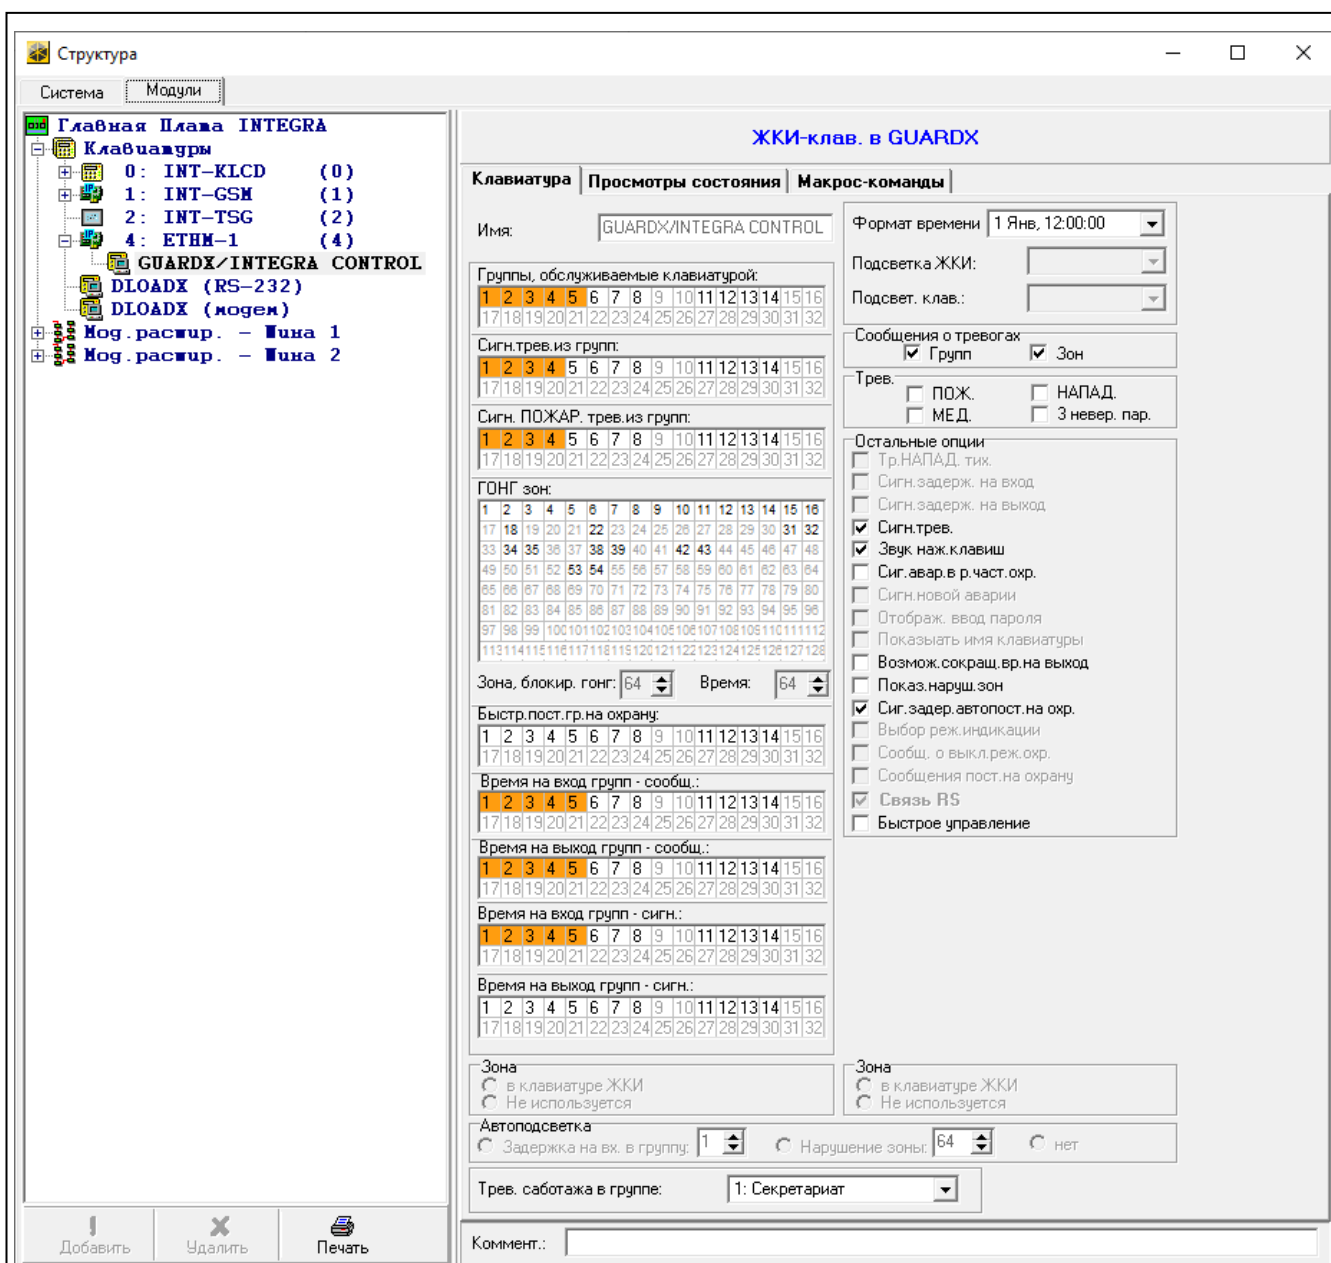

Рис. 10. Программа DLOADX: настройка виртуальной клавиатуры, доступной в программе GUARDX, Интернет-браузере или мобильном устройстве.
- программы DLOADX: → окно «Структура» → закладка «Модули» → ветка «Клавиатуры» → [название модуля] → ветка «GUARDX/INTEGRA CONTROL» (рис. 10).